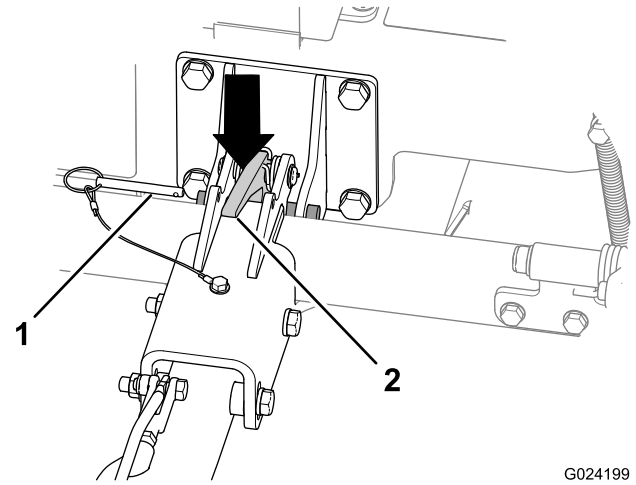

Figura 21
2. Retire el pasador de bloqueo (Figura 21).
4. Presione hacia abajo sobre el cierre de la barra de tracción para desenganchar la barra de tracción (Figura 21).